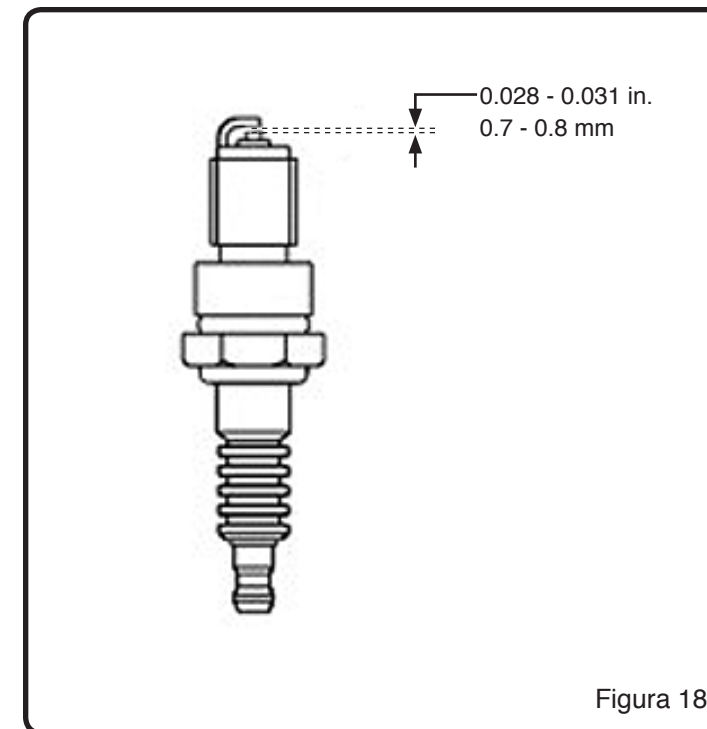

Figura 18
6. Verificar que el salto de chispa de la bujía sea de 0.7 a 0.8 mm (0.028 a 0.031 pulgadas). (Véase la Figura 18)